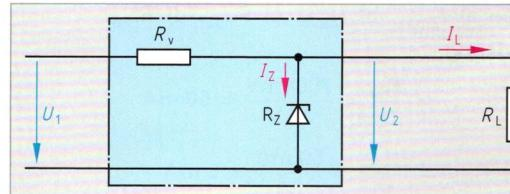

Bild 1: Spannungsstabilisierung mit Z-Diode
- Bei der Schaltung Bild 1 mit  $I_L = 0$  sind die Bemessungswerte  $I_Z = 0,1 \text{ A}$ ,  $U_Z = 24 \text{ V}$ ,  $r_z = 10 \Omega$  und  $\Delta U_2 = 0,4 \text{ V}$ . Berechnen Sie  $U_1$ ,  $\Delta U_1$  und den Stabilisierungsfaktor für a)  $R_v = 100 \Omega$ , b)  $R_v = 200 \Omega$ . c) Vergleichen Sie die Stabilisierungsfaktoren der Ausführungsformen a) und b).
- Bei der Schaltung Bild 1 ist  $I_L = 0$  und  $U_1 = 100 \text{ V}$ ,  $\Delta U_1 = 10 \text{ V}$ ,  $U_2 = 27 \text{ V}$  und  $r_z \approx 10 \Omega$ . Berechnen Sie  $R_v$ ,  $\Delta U_2$  und  $S$  für a)  $I_Z = 0,1 \text{ A}$ , b)  $I_Z = 0,2 \text{ A}$ . c) Vergleichen Sie die Stabilisierungsfaktoren der beiden Ausführungsarten miteinander.
Bei 555 nm Wellenlänge erhält man den Lichtstrom, wenn man die Strahlungsleistung in W mit dem Lichtgleichwert 683 lm/W multipliziert. Bei anderen Wellenlängen ist zusätzlich mit der relativen Empfindlichkeit der Augen zu multiplizieren (**Bild 1**).